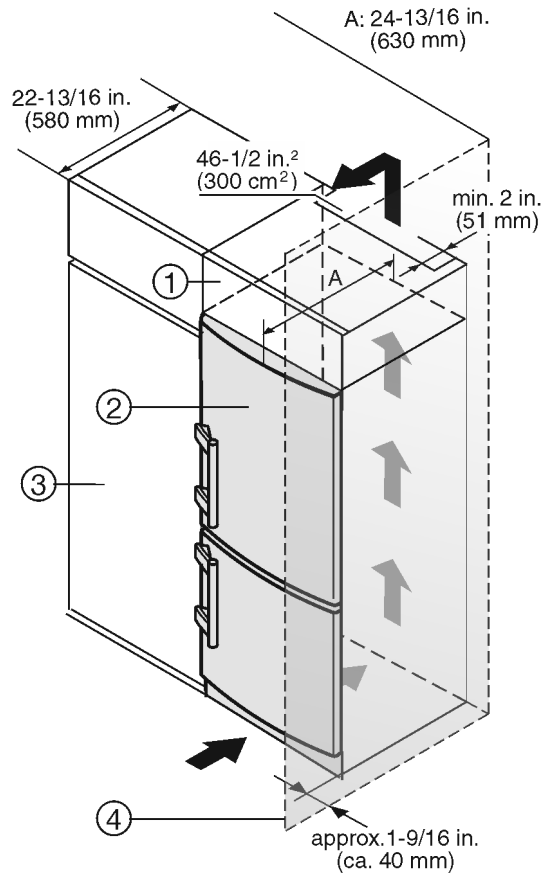

Fig. 11
- (1) Élément haut
- (2) Appareil
- (3) Placard de cuisine
- (4) Mur
L'appareil peut être entouré de meubles de cuisine. Pour adapter l'appareil Fig. 11 (2) à la hauteur des placards de la cuisine intégrée, on peut placer un élément haut Fig. 11 (1) au-dessus de l'appareil.
En cas de réaménagement avec des buffets de cuisine (profondeur max. 22-13/16 " (580 mm)), l'appareil peut être installé directement à côté d'un buffet Fig. 11 (3). La porte de l'appareil se trouve latéralement à (34 mm) et au milieu de l'appareil à (50 mm) par rapport à la façade du buffet. Elle s'ouvre et se ferme ainsi facilement.
Si l'appareil est installé avec les charnières à côté d'un mur Fig. 11 (4), la distance entre l'appareil et le mur doit être de 1-9/16 " (40 mm) min. Ceci correspond à la saillie de la poignée lorsque la porte est ouverte.